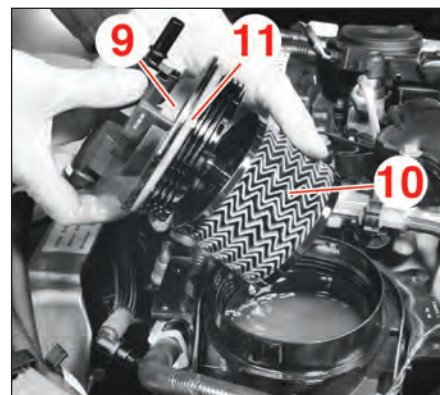

FIG.5
- Retirer le filtre à carburant (10) (Fig.5).
- Déposer le joint (11) du couvercle.